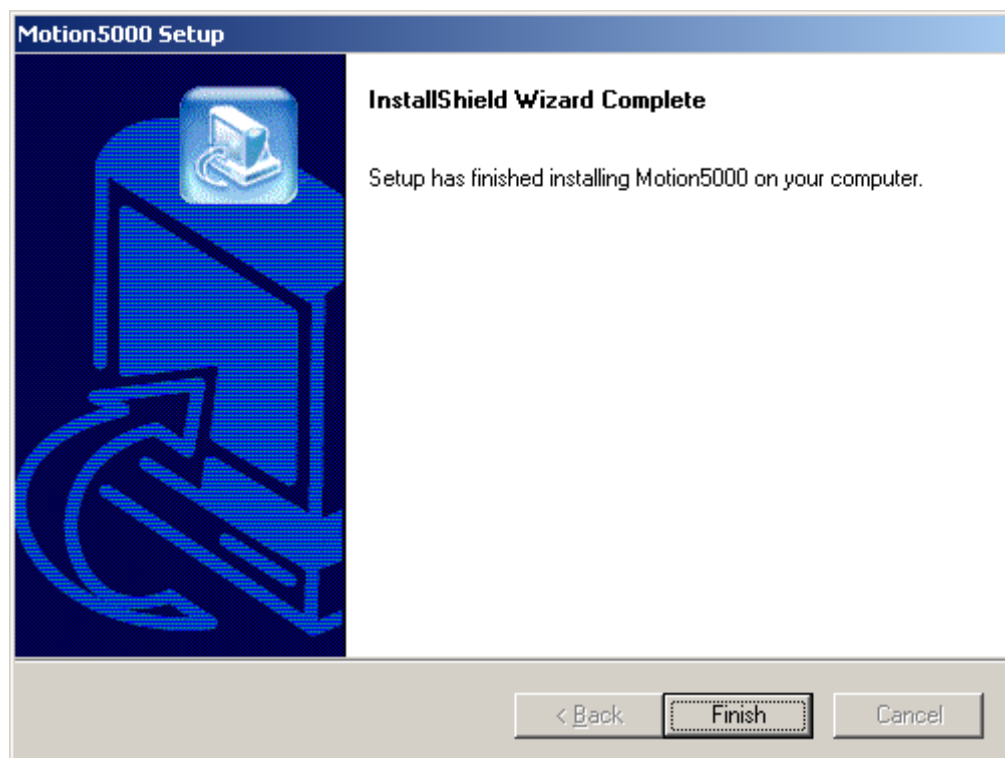

图 6-7 安装完成
7. 安装完成后系统会弹出图 6-7 所示的提示，表示安装过程已经完成；